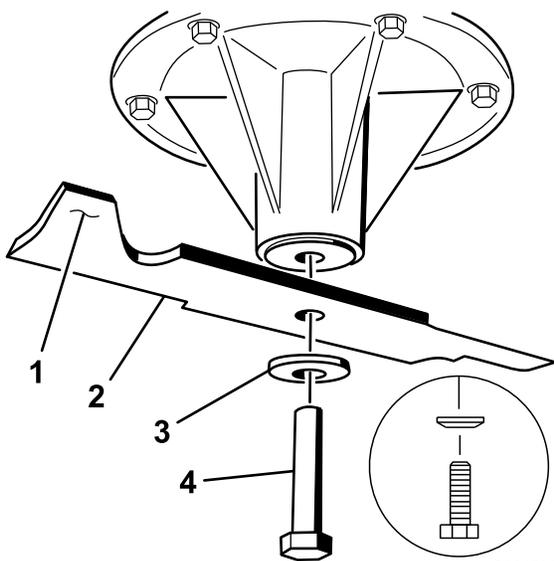

Figure 103
1. Placez la lame sur l'axe (Figure 103).
2. Mettez en place la rondelle élastique et le boulon de la lame (Figure 103).